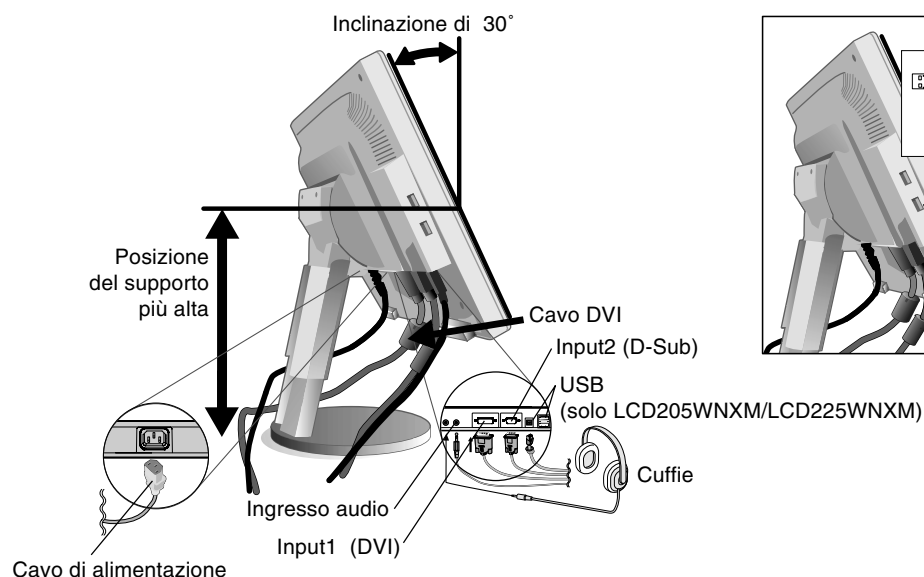

Figura B.1
3. Appoggiare le mani su entrambi i lati del monitor per inclinare lo schermo LCD di 30° e alzarlo alla posizione più alta (**Figura B.1**).
4. Collegare tutti i cavi al connettore appropriato sul retro del monitor (**Figura B.1**). Utilizzando il cavo USB, collegare il connettore tipo B alla porta upstream USB sul lato inferiore del monitor e il connettore tipo A alla porta downstream sul computer (**Figura C.1**). Se può essere utilizzato il cavo dal dispositivo USB, utilizzare una delle porte downstream sul lato o sulla parte inferiore del monitor. Collegare le cuffie (non incluse) al connettore appropriato sulla parte posteriore del monitor, se lo si desidera (**Figura B.1**).